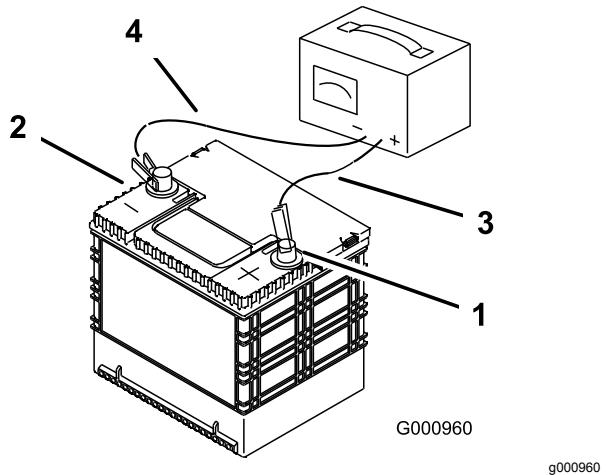

Figura 52
3. Cuando la batería esté completamente cargada, desconecte el cargador del suministro eléctrico, y desconecte los cables del cargador de los bornes de la batería (Figura 52).